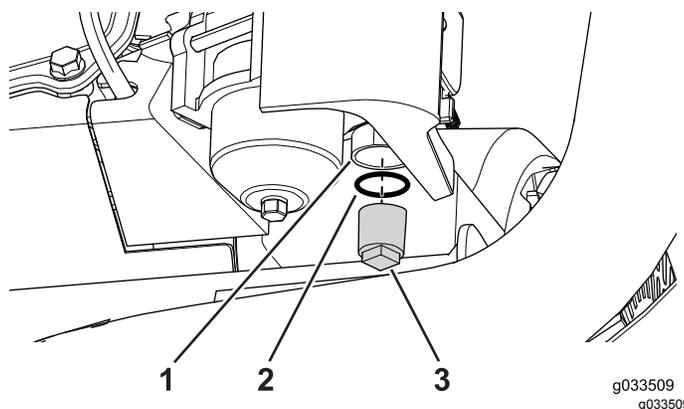

Figure 70
3. Placez un bac de vidange sous le corps du robinet d'arrivée de carburant du carburateur (Figure 70).
4. Tournez la cuvette de décantation dans le sens antihoraire, et déposez la cuvette du carburateur (Figure 70).
6. Vissez la cuvette de décantation sur le corps du robinet d'arrivée de carburant à la main (Figure 70).